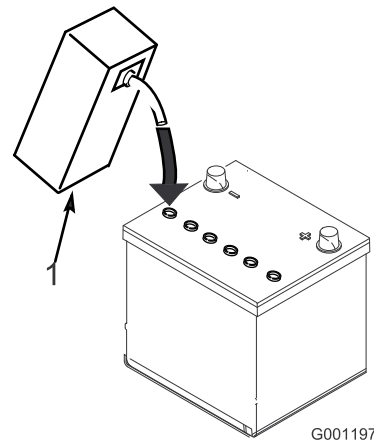

Figura 4
4. Espere aproximadamente 20–30 minutos para que el electrolito penetre en las placas. Rellene según sea necesario para que el electrolito llegue a una distancia de 6 mm aproximadamente del fondo del hueco de llenado (Figura 4).
3. Llène cuidadosamente cada celda con electrolito hasta que las placas estén cubiertas de 6 mm aproximadamente de fluido (Figura 4).